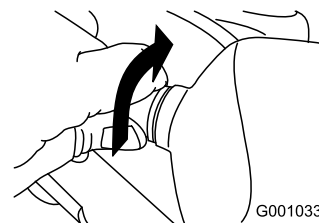

Figure 53
2. Tournez la base de l'ampoule dans le sens anti-horaire jusqu'à la butée (Figure 53).